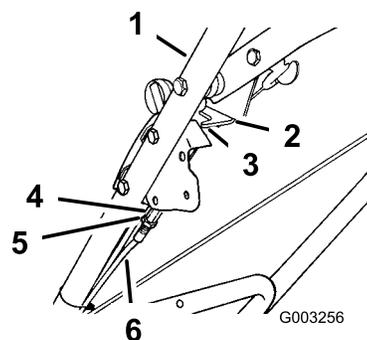

Figure 29
- Desserrez l'écrou de blocage sur le câble du frein de lame (Figure 29).